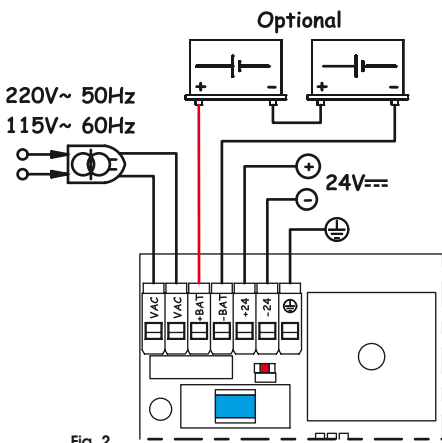

Fig. 2
**5. COLLEGAMENTI E FUNZIONAMENTO****5.1. MORSETTIERA CN1 (Fig.2)****5.1.1. ALIMENTAZIONE 22V**